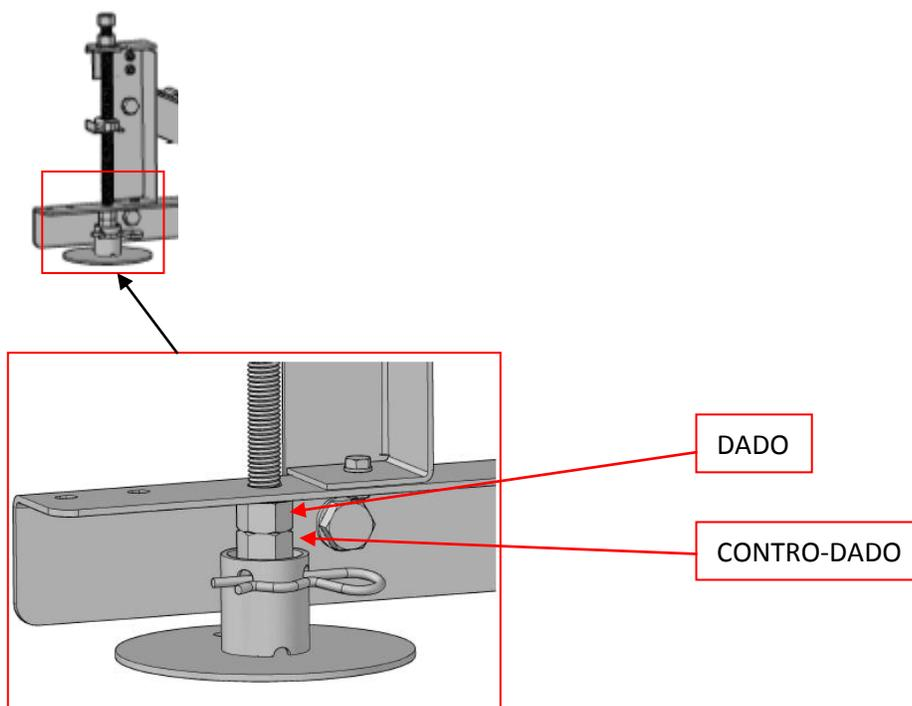

Figura 13
- i. Serrare bene tra loro dado e contro dado;(figura 13)